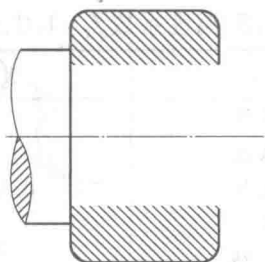

图9
2. (8 分) 图 9 中某减速器输出轴端安装有 V 带轮, 带轮采用轴端挡板和螺钉连接实现轴向固定, 采用 C 型半圆头普通平键传递转矩, 试补充完成该带轮轮毂与轴配合处的